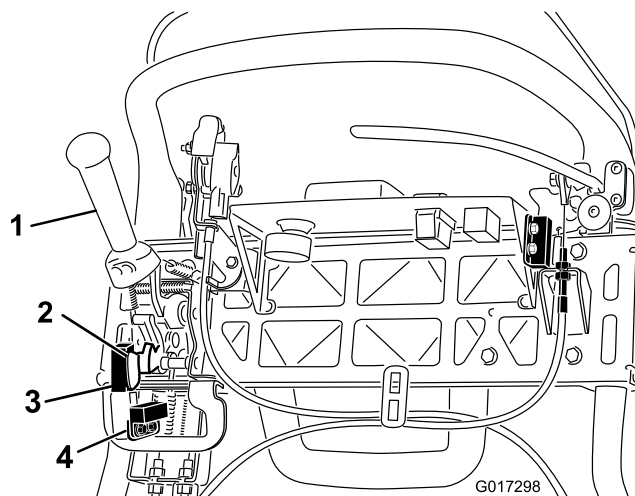

Figura 38
4. Desaperte as juntas de montagem do interruptor de segurança (Figura 38).
5. Coloque uma cunha de 1,6 mm entre a alavanca de tracção e o interruptor de segurança (Figura 38).
4. Desaperte as fixações do sensor de corte (Figura 38).
5. Coloque uma cunha de 1,6 mm entre a bandeira do sensor de corte e o sensor de corte (Figura 38).